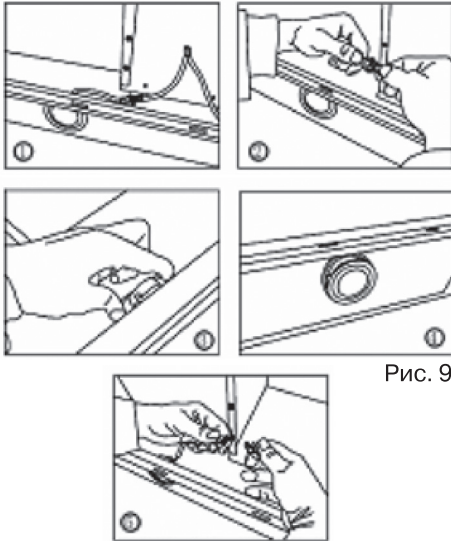

Рис. 9
- внутри вытяжки, на нижней ее части, отключить соединительную колодку неисправной лампы подсветки (см. рис. 9);